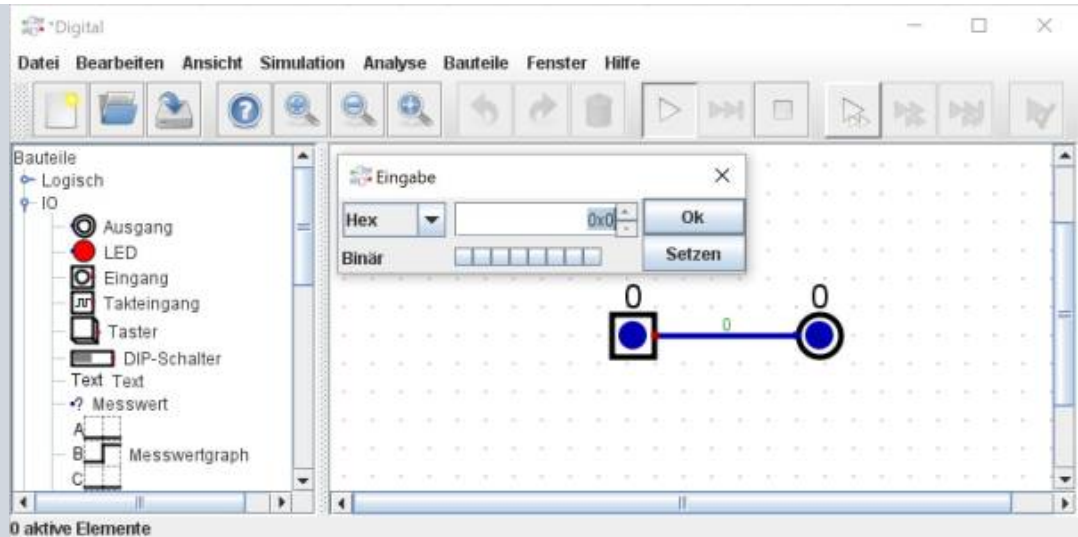

Fig. 3: Schaltung mit 8 Bit Bus
5. Wird nun die Schaltung gestartet, erscheint eine 0 über Eingang, Leitung und Ausgang (siehe figure 3).
6. Ein (Links)Klick auf den Eingang ändert nun nicht mehr direkt den Wert, sondern öffnet ein Eingabefenster. In diesem können Zahlen als Dezimalwert (10), als Binärwert (0b10), als Hexadezimalwert (0x10) oder als Oktalwert (010) eingegeben werden. Mit Druck auf Zeilenumbruch (<↵>) wird der Wert übernommen und das Eingabefenster geschlossen. Mit Klick auf Umschalt + Zeilenumbruch (<⇧>+<↵>) wird nur der Wert übernommen. Die Cursortasten hoch/herunter ermöglichen ein Hoch-/Herunterzählen des angezeigten Wertes.